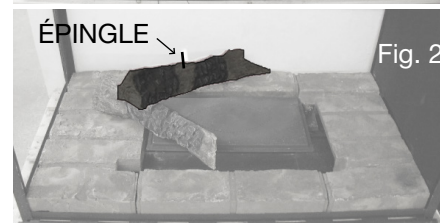
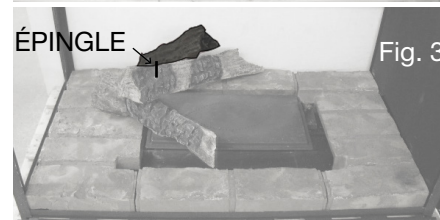

Fig. 2
Fig. 3
3. Placer bûche #2 sur l'épingle en bûche #1, il devrait se reposer sur le milieu de la base de protection à la côté droite, comme illustrée en Figure 2. Placer une épingle au centre de la bûche #2, comme illustrée en Figure 2.
4. Placer bûche #3 sur l'épingle en bûche #2, il devrait se reposer sur la base de protection à la côté droite, comme illustrée en Figure 3. Placer une épingle dans bûche #2, comme illustrée en Figure 2.